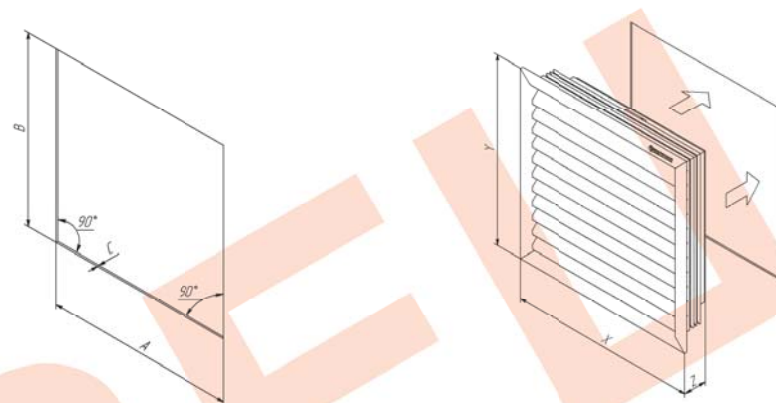

Рис.1 Монтажный вырез и габаритные размеры ФТШ.
1. Выполнить монтажный вырез (рис.1), и установить в него ФТШ.